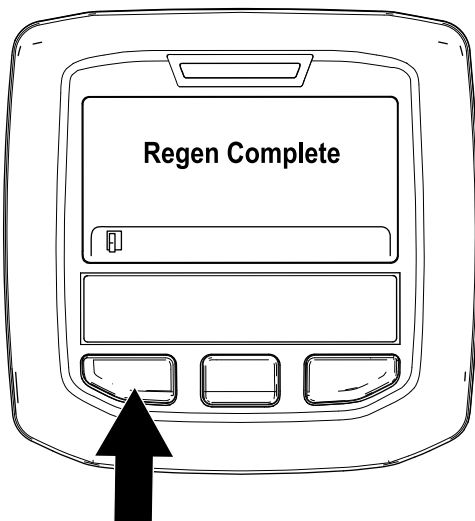

図 46
9. 駐車再生が終了すると、インフォセンターに Regen Complete と表示される。左ボタンを押してホーム画面に戻る 図 46。